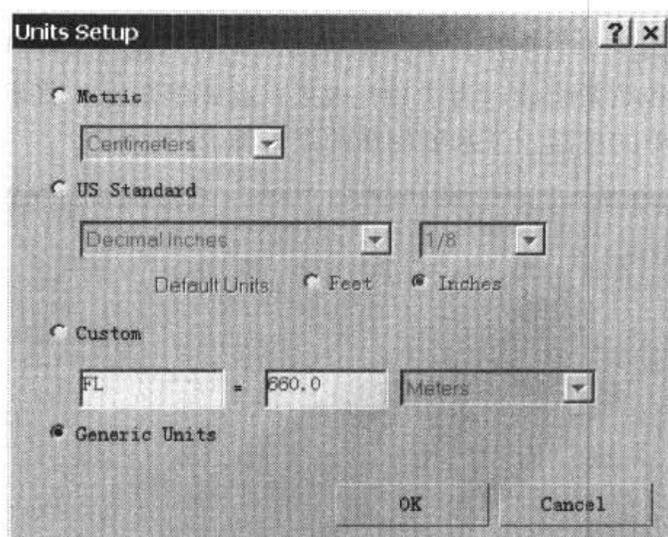

图 1-2 Units Setup 对话框
Step 1 设置显示单位。选择菜单栏中的 **Customize\Units Setup** 命令，打开 **Units Setup** 对话框，如图 1-2 所示。不采用系统的默认单位，而采用毫米为单位。选择对话框中的 **Metric** 选项，在其下拉菜单中选择 **Millimeters**，然后单击 **OK** 按钮确定即可。